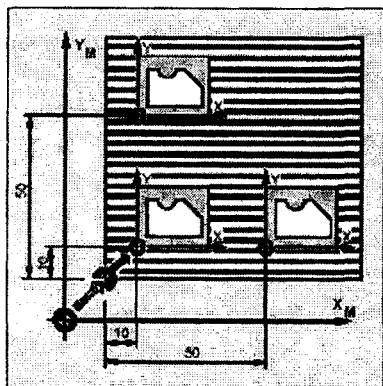

Рис. 5.9. Размещение трех деталей на одной паллете
5.1. На рис. 5.9 показаны три одинаковые детали, установленные на одной паллете с соблюдением установочных размеров. Обработка контура детали записана в подпрограмме с названием FORMA1. При программировании необходимо для каждой детали запрограммировать смещение нулевой точки, а затем вызвать подпрограмму FORMA1. Напишите последовательность кадров, включающую программируемые смещения нулевой точки для каждой детали с последующим вызовом подпрограммы FORMA1.